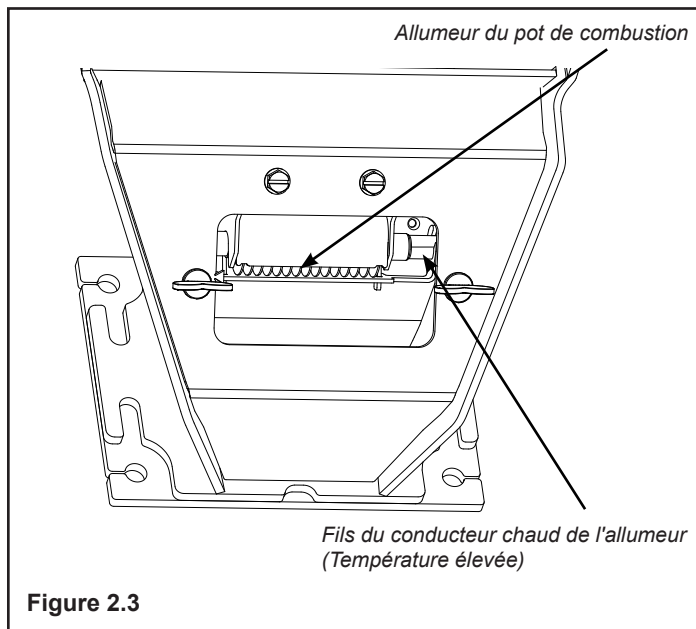

Figure 2.3
- Soulevez le couvercle de nettoyage pour ouvrir la chambre de nettoyage inférieure. Figure 2.3